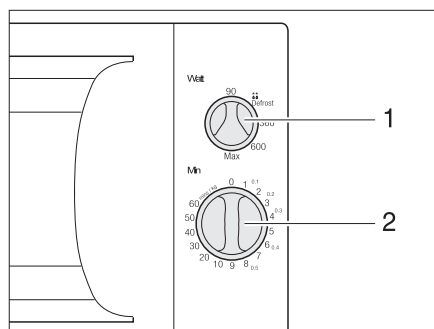

Fig. 141 Elementi di comando del forno a microonde
- Ruotare il pomello girevole (Fig. 141,1) sulla potenza desiderata.
- Impostare il tempo di cottura, servendosi del pomello girevole (Fig. 141,2). Inizia la cottura.